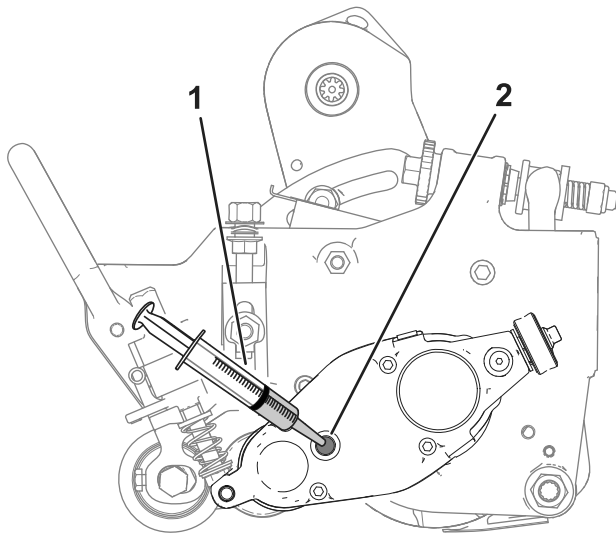

Рисунок 24
6. Медленно поворачивайте режущий блок вперед и назад для обеспечения полного слива масла из корпуса. После полного слива масла разместите режущий блок на ровной поверхности, как это показано на Рисунок 24.
8. С помощью шприца (номер детали по каталогу 137-0872) заполните блок привода 50 куб. см. масла 80-90W (Рисунок 24).